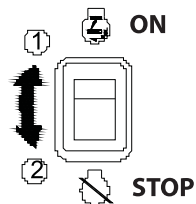

Рис. 7
2. Включение зажигания (Рис. 7).